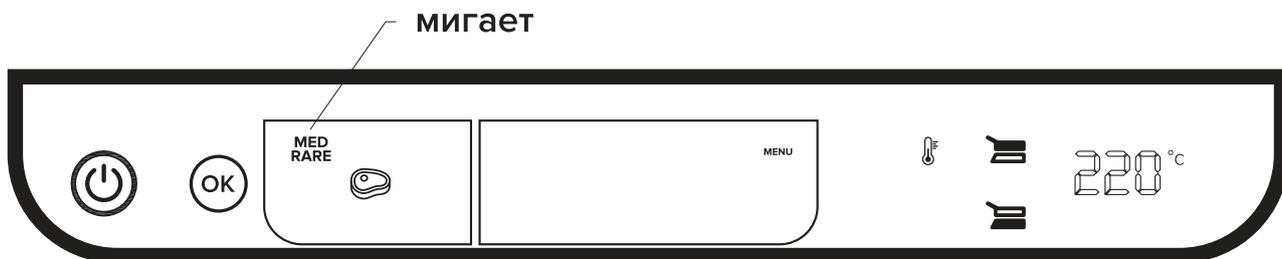

Рис. 8
- в первую очередь на панели управления загорается логотип термометра, находящийся на кнопке регулировки температуры, одновременно с ним загораются оба индикатора верхней и нижней пластин гриля, при этом цифровой дисплей отображает соответствующую им температуру, одинаковую для обеих пластин (рис. 8);